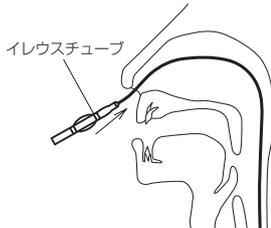

図19
4. ガイドワイヤーを本品の先端部に挿入し、本品後端の吸引用コネクタより引き出す。ガイドワイヤーに沿って、鼻腔よりチューブを徐々に進める。本品は挿入直前に潤滑液を内腔に塗布し、また表面にはキシロカインゼリーなどのチューブ挿入用薬剤を塗布する(図19)。(使用方法1の8項参照)